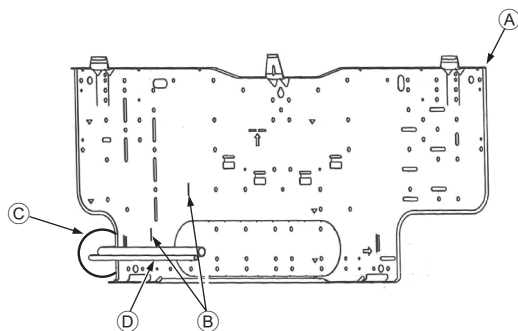

Fig. 3-5
- Ⓓ Tornillos de fijación (4 × 35 mm, 1-3/8 inch) ②
- Ⓘ Placa de montaje ①
3.3. Cuando coloque los tubos en la pared (Fig. 3-5)
- Ⓐ Placa de montaje ①